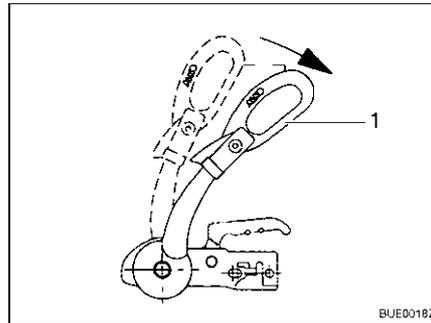

Bild 191 Stabilisierungsgriff
- Stabilisierungsgriff (Bild 191,1) öffnen.